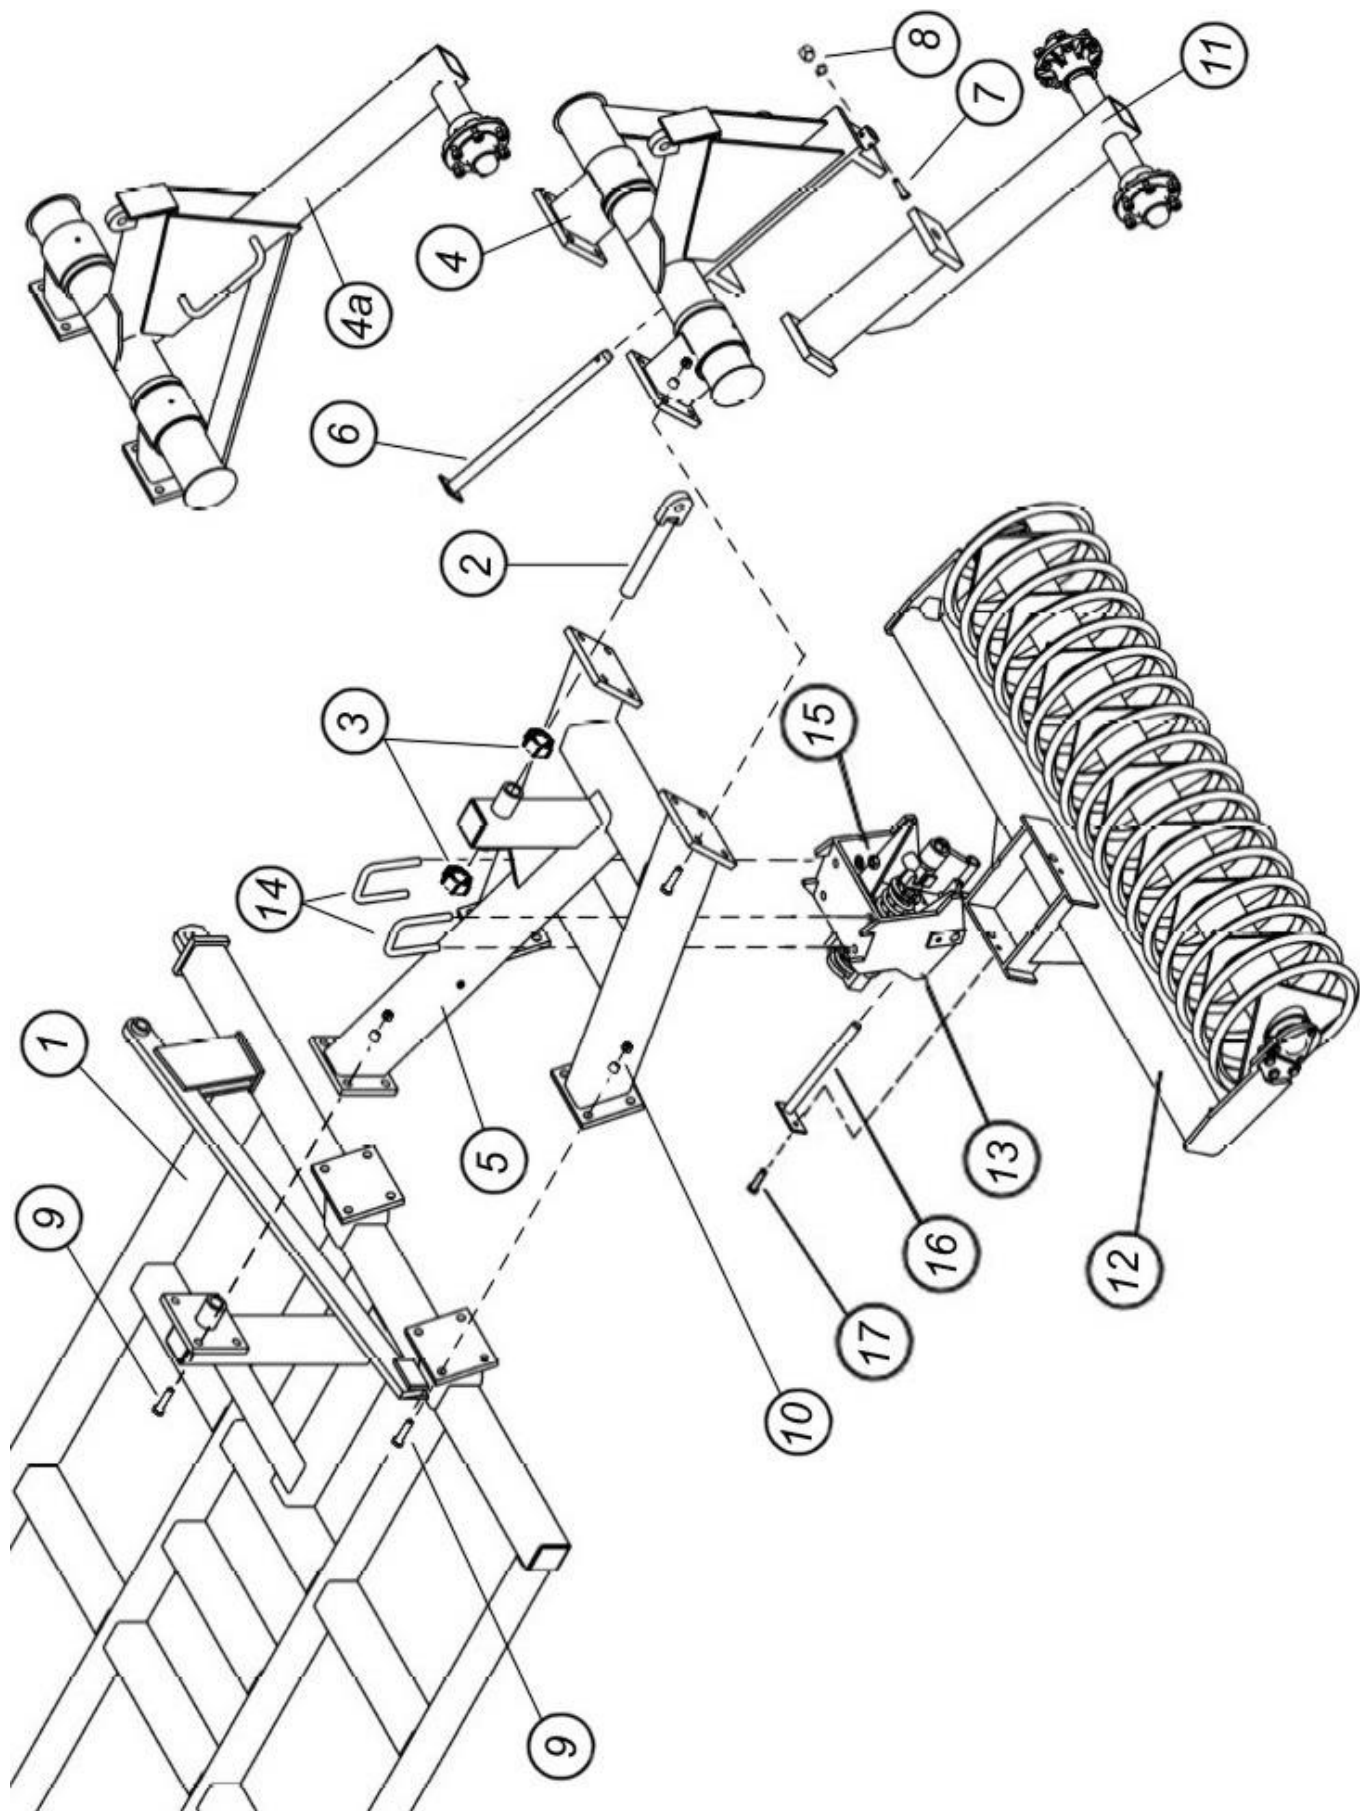

Рис. 6.4. Боковая рама, вставки с поворотным валом для ПК с катками
6.3. Боковая рама, вставка, поворотный вал, катки для культиватора с катками (рис. 6.4)